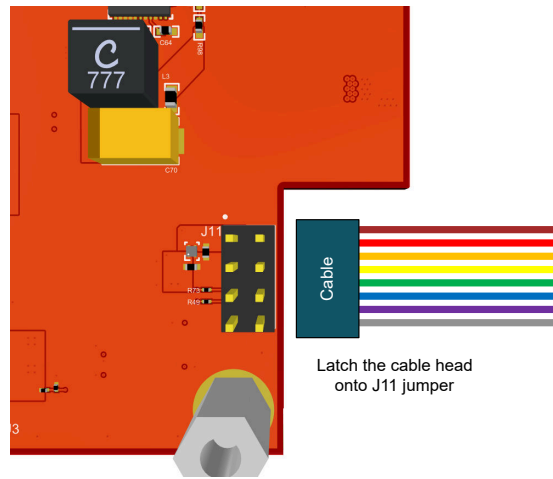

图 4-3. 到 J11 接头的带状电缆连接
3. 在 TPS25751EVM 的底部，将带状电缆连接到 J11 接头，如图 4-3 所示。